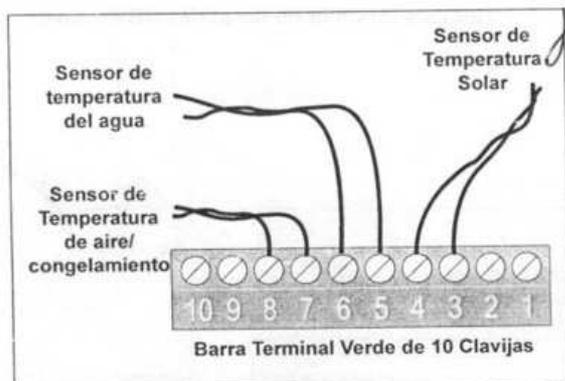

Figura 17. Cabeamento do sensor de temperatura para a combinação piscina/spa.
4. Leve o cabo até o centro de carga, atravessando o conduto de baixa voltagem. Corte o excesso de cabo pelo lado de 6" da caixa e 1/4" de cada cabo. Conecte os cabos de sensores na barra terminal de 10 pinos (ver Figura 17).